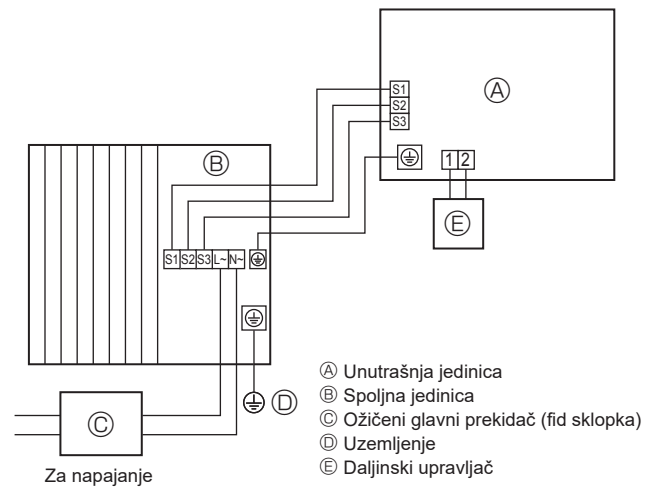
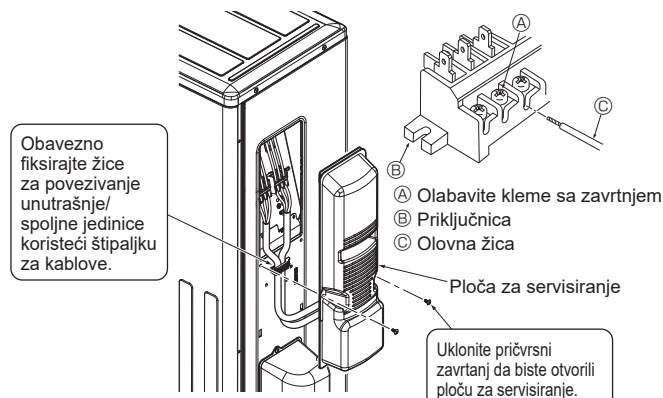

Fig. 6-1
Fig. 6-3
6.1. Spoljna jedinica (Fig. 6-1, Fig. 6-2, Fig. 6-3)
- ① Skinite ploču za servisiranje.
- ② Povežite kablove u skladu sa slikama Fig. 6-1, Fig. 6-2 i Fig. 6-3.